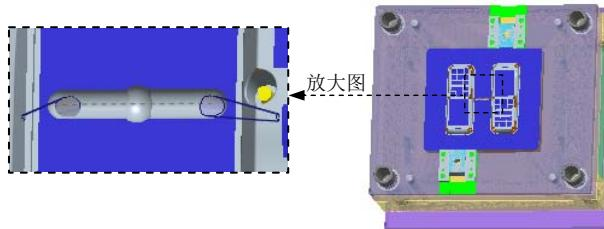

图 31.84 镜像浇口
Step5. 镜像浇口。在模型中选择 MOLD_FRONT 基准平面为镜像平面，镜像后的结果如图 31.84 所示。